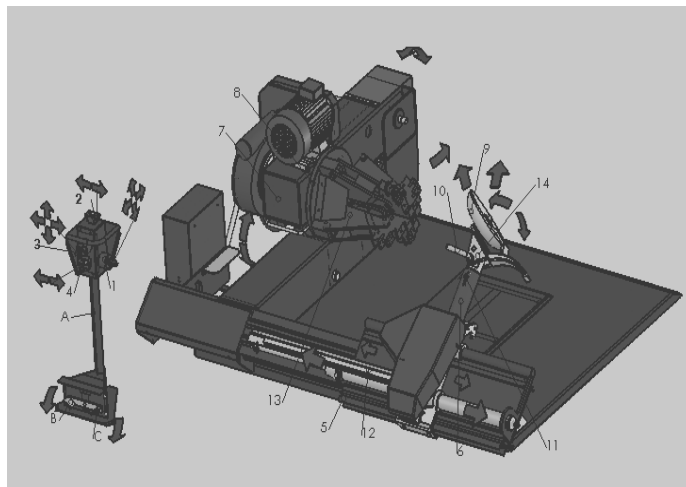
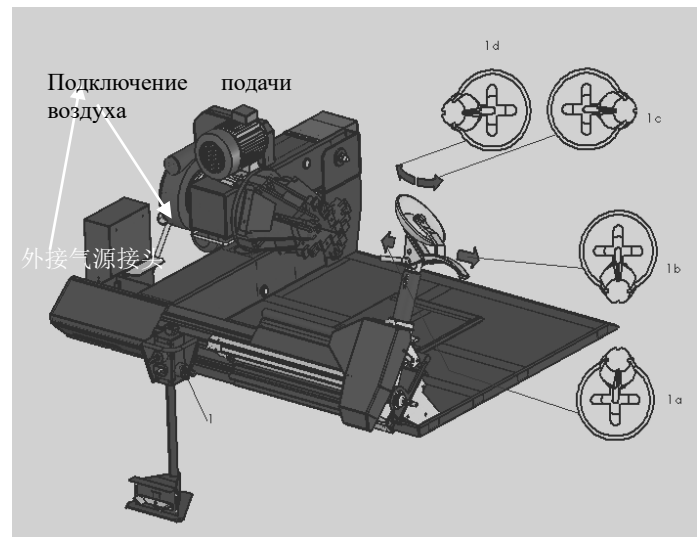

Рис.23 Строение Б
Рис.25 Структура В
Ключ (рис. 23)
(Рис. 23 и рис.25)
- Переведите выключатель 1 в верхнее положение (Рис.25 1a), механический рычаг должен подниматься
(Рис.25 1b) , механический рычаг должен опускаться
- Переведите выключатель 1 вправо (Рис.25 1c) , монтажная головка должна повернуться против часовой стрелки на 180°
- Переведите выключатель 1 влево (Рис.25 1d) , монтажная головка должна повернуться по часовой стрелке на 180°
- Переведите выключатель 2 вправо (Рис. 23) , монтажная головка должна двигаться вправо.
- Переведите выключатель 2 влево (Рис. 23) , монтажная головка должна двигаться влево.
2 Проверьте правильность направлений движения каретки (5) и монтажной головки (7) (см. рис.23):
Для работы с колесом диаметром меньше 800 мм и больше 1500 мм необходимо вставить штифт во второе отверстие (см. 11 на рис.23).